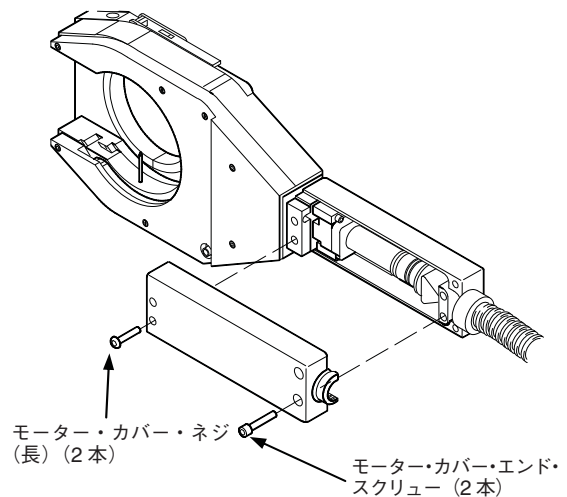

図15：モーター・カバーを取り外す
4. 長いモーター・カバー・ネジとモーター・カバー・エンド・スクリューを取り外します。図15をご参照ください。